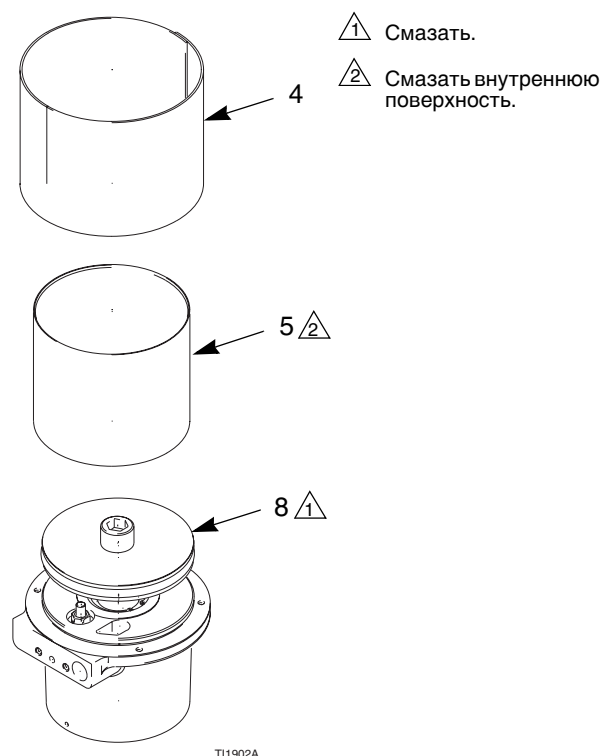
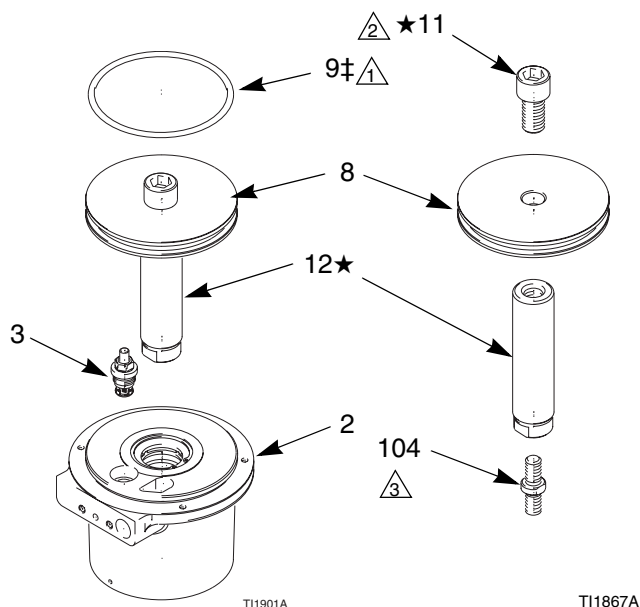

Рис. 9. Боковая крышка и цилиндр
Рис. 10. Поршень пневматического двигателя
4. Снимите боковую крышку (4) и цилиндр (5). Осмотрите внутреннюю поверхность цилиндра на наличие царапин или иных повреждений. См. Рис. 9.
5. Вытяните поршень (8) и шток (12) строго вертикально из основания пневматического двигателя (2). Не отклоняйте поршень, чтобы не повредить шток. Снимите кольцевое уплотнение (9) и вспомогательный клапан (3). См. Рис. 10.
6. Осмотрите шток поршня (12) на наличие износа или повреждений. Если шток поврежден, разберите узел поршня. Отложите шатун (104) и поршень (8) для дальнейшего использования. Выбросьте шток поршня (12) и крепежный винт (11). Эти детали заменяются в комплекте.
2. Если поршень разбирался, то заново установите крепежный винт (11★), поршень (8), шток (12★) и шатун (104). См. Рис. 10. Убедитесь, что плоская сторона поршня направлена вверх. Затяните крепежный винт усилием в 150-163 НМ, предварительно смазав его резьбу составом Loctite® из комплекта. Затяните шатун усилием в 61-68 Нм.
3. Установите вспомогательный клапан (3) в основание (2). Поместите кольцевое уплотнение (9†) на поршень (8). Смажьте шток поршня (12) и кольцевое уплотнение (9), осторожно опустите поршень в основание.
4. Обильно смажьте внутреннюю поверхность нижней половины цилиндра (5). Установите цилиндр и боковую крышку (4). См. Рис. 9.